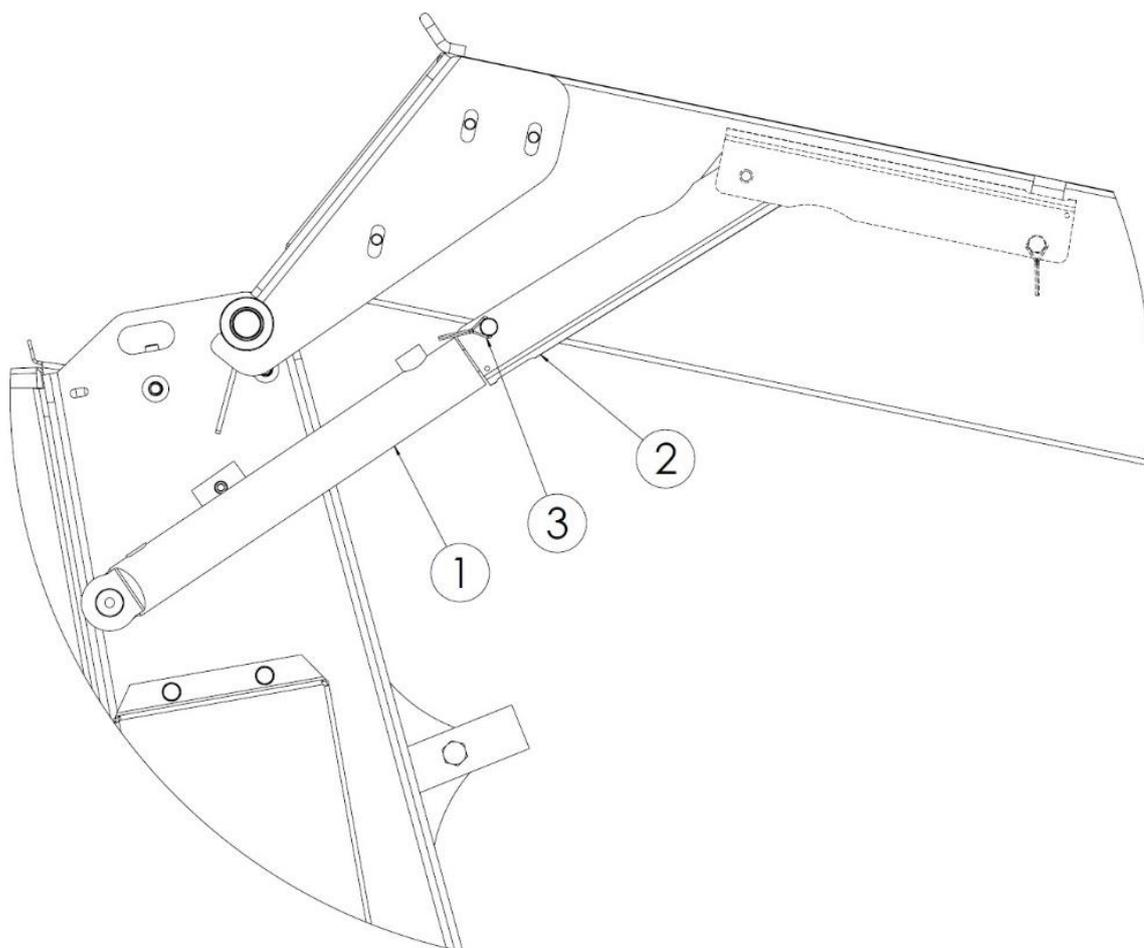

Figure 48. Verrouillages de sécurité des vérins
Fixer le capot du dispositif d'épandage relevé en position haute comme indiqué sur la figure 48. Utiliser les colliers de serrage (2) fixés sur les axes supérieurs des vérins hydrauliques (1) des deux côtés de l'épandeur. Pousser les colliers de serrage (2) vers le haut jusqu'à ce qu'ils recouvrent les pistons des vérins déployés. Verrouiller le capot à l'aide des goupilles (3) pour éviter toute fermeture involontaire du capot. Déverrouiller les colliers de serrage de verrouillage du capot après avoir effectué les opérations prévues.